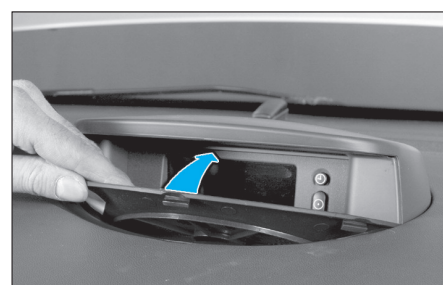

FIG. 20
- l'enjoliveur de l'afficheur au centre de la planche de bord (Fig.20).